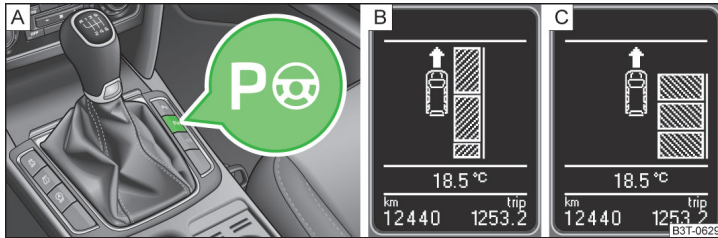

Abb. 148 Systemtaste / Displayanzeige
Bei aktiviertem System leuchtet in der Taste die Kontrollleuchte  » **Abb. 148 auf Seite 162 - .**
➤ Einmal die Symboltaste **P** » Abb. 148 drücken.
Im Display wird Folgendes angezeigt » Abb. 148 - **B**.
➤ Zweimal die Symboltaste **P** » Abb. 148 drücken.
Im Display wird Folgendes angezeigt » Abb. 148 - **C**.
- › **Einmal** die Symboltaste  » **Abb. 148** auf Seite 162 drücken.